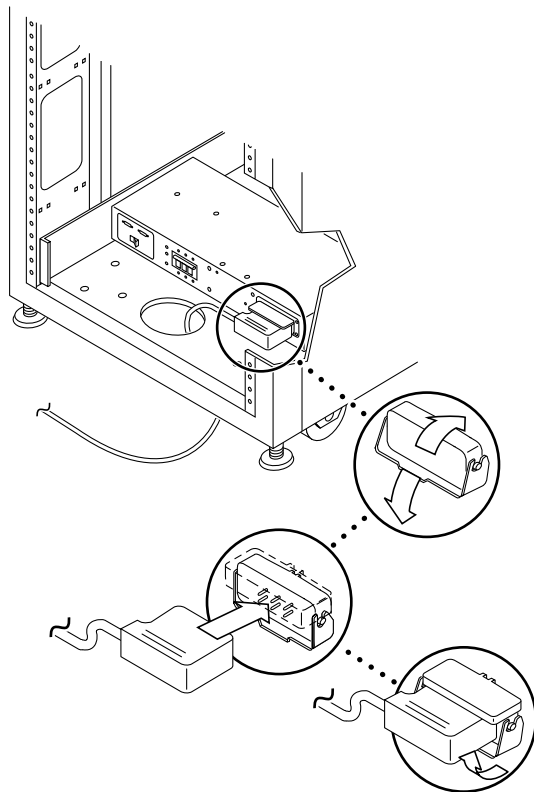

図 4-4 電源ケーブルの接続
3. 電源ケーブルの四角いメス端を背面電源シーケンサコネクタに接続します。もう一方の電源ケーブルの四角いメス端を正面電源シーケンサコネクタに接続します (図 4-4)。